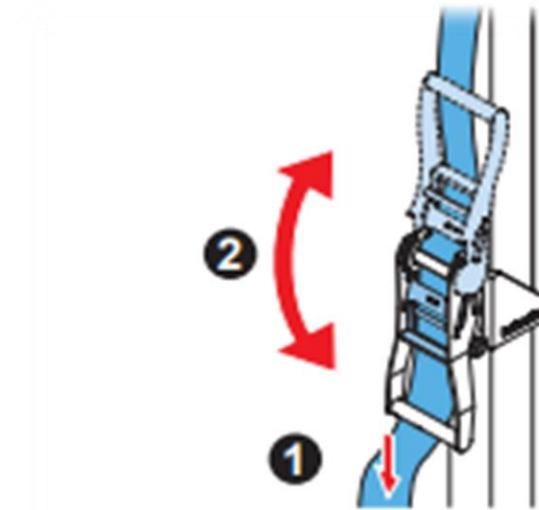

Fig. 15
- Tire manualmente del extremo suelto de la correa tensora y compruebe que el cabezal de presión, la base y la cubierta están en sus posiciones correctas. Fig. 15
- Repetidamente, mueva la manivela del trinquete arriba y abajo para poner la correa tensora bajo la tensión necesaria para estabilizar el vehículo. Fig. 15.